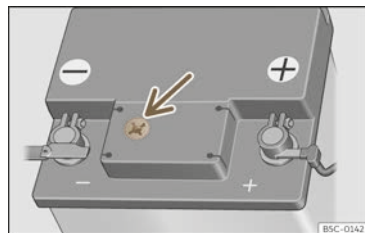

Abb. 252 Sichtfenster an der Oberseite der 12-Volt-Fahrzeugbatterie (Prinzipdarstellung).
- Prüfen Sie die Farbanzeige im runden Sichtfenster an der Oberseite der Batterie >>> (Abb. 252).